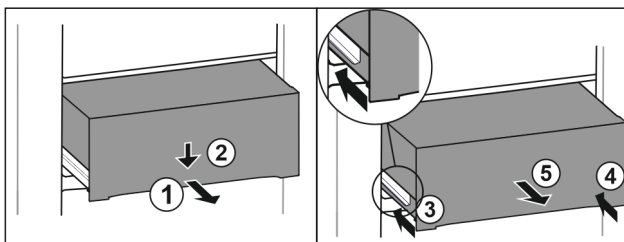

Fig. 77
- ▶ Витягніть ящик на половину. Fig. 77 (1)
- ▶ Спрямуйте висувний ящик вниз спереду. Fig. 77 (2)
- ▶ Вставте ліву рейку приблизно на 2 см. Fig. 77 (3)
- ▶ Вставте праву рейку приблизно на 2 см. Fig. 77 (4)
- ▶ Вийняти висувний ящик рухом вперед. Fig. 77 (5)